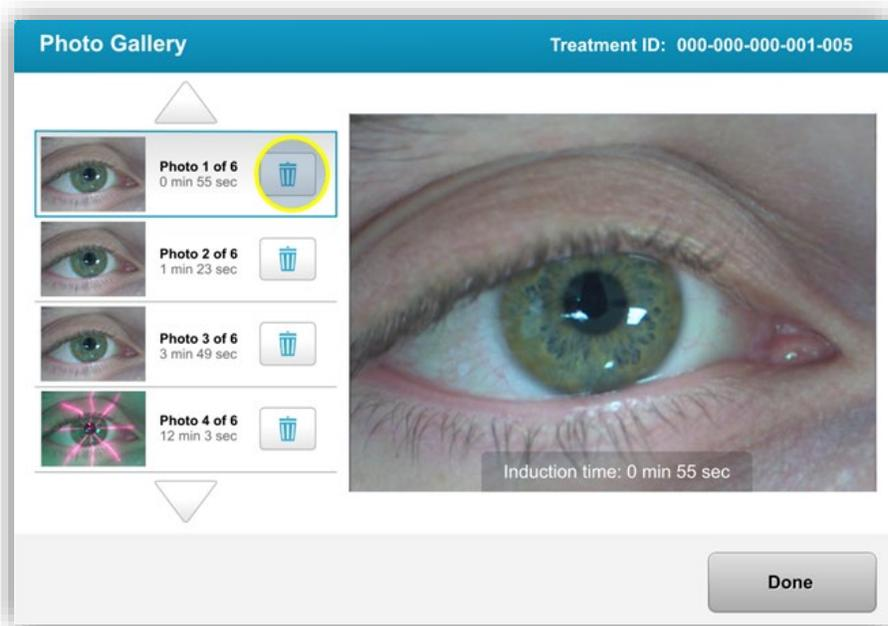

Abbildung 3-34. Zum Löschen den Papierkorb wählen
- Wählen Sie in der Fotogalerie das Abfallsymbol neben dem Foto, das Sie löschen möchten (Abbildung 3-34).